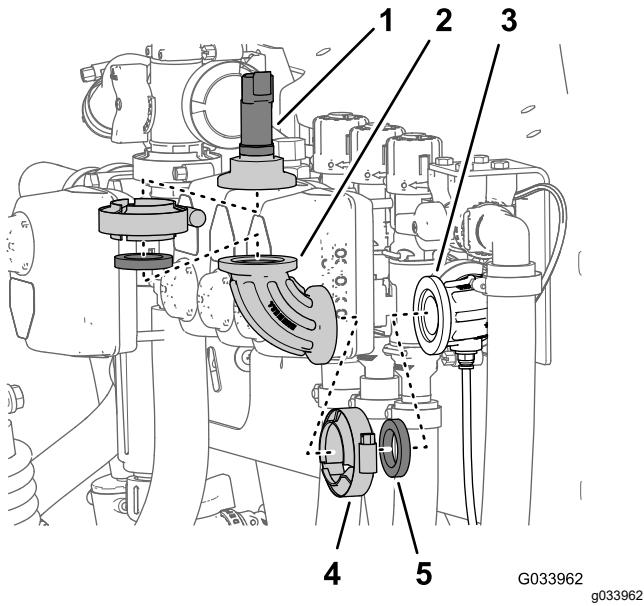

図 10
2. 水圧トランスデューサを90° フィッティングに固定しているフランジクランプを外して、トランスデューサ、ガスケット、フランジクランプを外す図 10。
3. 90° フィッティングをセンスチューブ用コネクタ付き90°に固定しているフランジクランプを外して、90° フィッティング、ガスケット、フランジクランプを外す図 10。